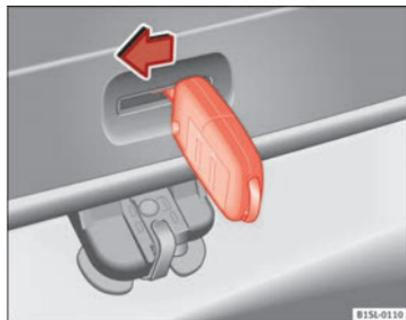

Fig. 137 Desde el maletero: Desbloqueo de emergencia del portón trasero.
- Introduzca el paletón de la llave en la abertura del portón trasero ⇒ fig. 137 y presione la palanca de desbloqueo en el sentido de la flecha para desbloquear el portón trasero. ■